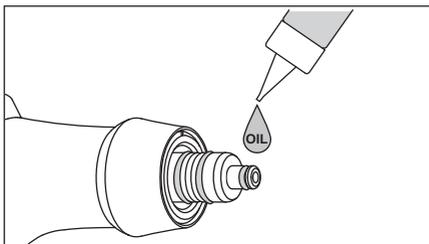

Fig. 21
1) Séchez les joints du compartiment à poudre et de l'anneau de contrôle, appliquez-y une goutte d'huile pour turbine et étalez-la avec votre doigt, etc. (Fig. 21, 22)